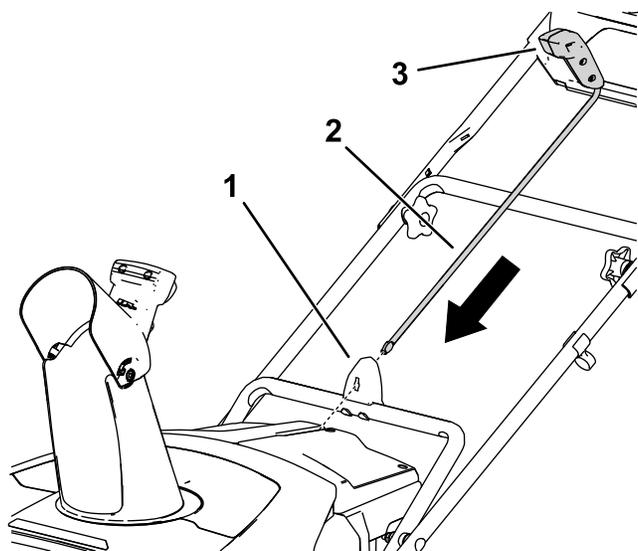

Рисунок 8
1. Проследите, чтобы разгружающий спуск был направлен вперед (**Рисунок 8**).
2. Направив рукоятку вперед, вставьте шток управления разгружающим спуском в направляющую и нажмите на него вниз так, чтобы он зафиксировался на месте со щелчком (**Рисунок 8**).